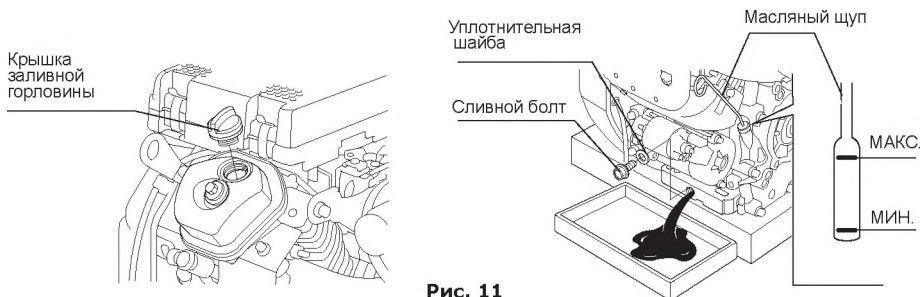

Рис. 11
- Найдите месторасположение маслясливного болта (рис. 11).
- Очистите поверхность около сливной пробки (рис. 11).
- Отверните маслясливную пробку и слейте масло (рис. 11).